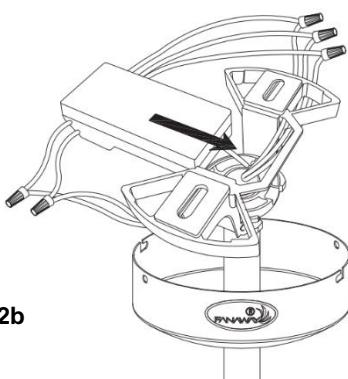

Fig. 12b
7. Tire del cable metálico de seguridad en el gancho de seguridad, apriete el cable de seguridad (Fig.12a y Fig.12b)